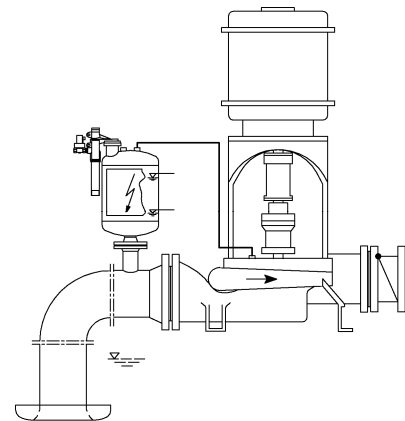

Fig. 2
- Typ AELG..: Standardausführung für saubere bis mäßig verschmutzte Fördermedien (Fig.2)
- Type AELG..: Standard design for handling with clean or slightly contaminated fluids (Fig.2).